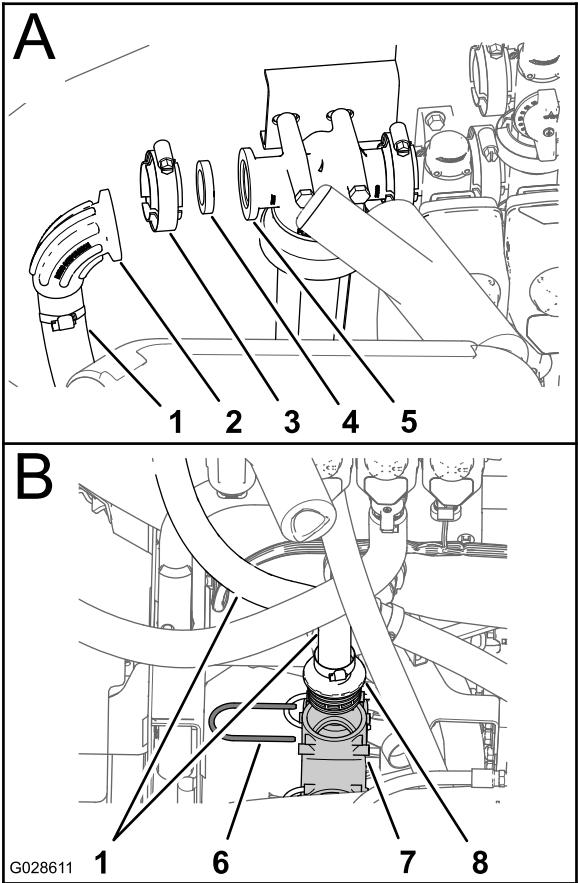

Figure 35
1. Retirez le collier à bride, le joint, le raccord coudé à bride et le flexible d'entrée de la tête du filtre sous pression ( A de Figure 35).
2. Retirez l'étrier qui fixe le raccord à emboîtement droit du flexible d'entrée sur le raccord en T inférieur du système de pulvérisation et déposez le flexible d'entrée de la machine (B de Figure 35).
3. Déposez le raccord coudé à bride et le collier du flexible d'entrée (Figure 35).